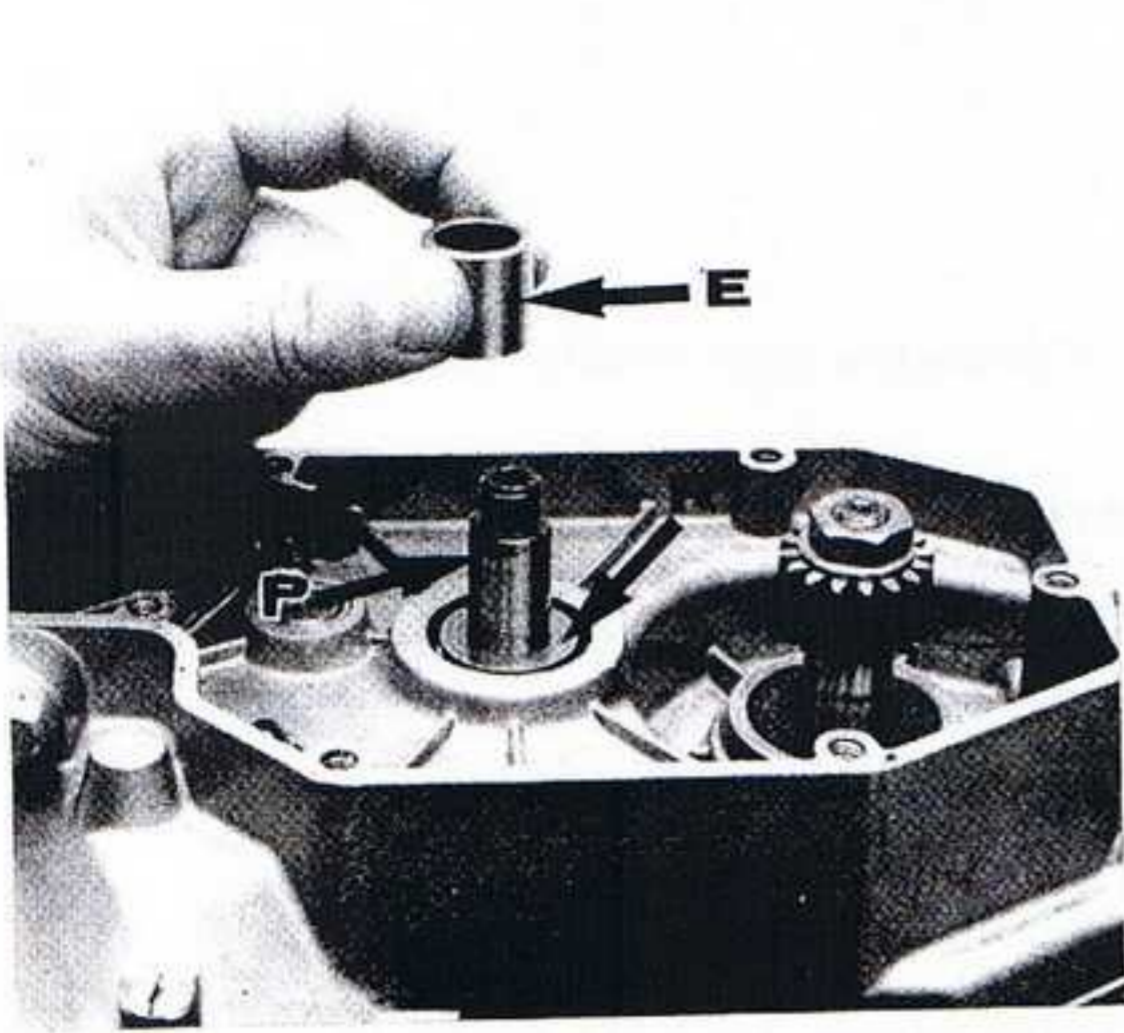

fig. 50
- Mettre en place les rondelles (R) 15,2x25 dont l'épaisseur totale devra permettre un léger dépassement de la bague entretoise (E) par rapport aux 2 plats (P) de l'arbre (fig. 50).